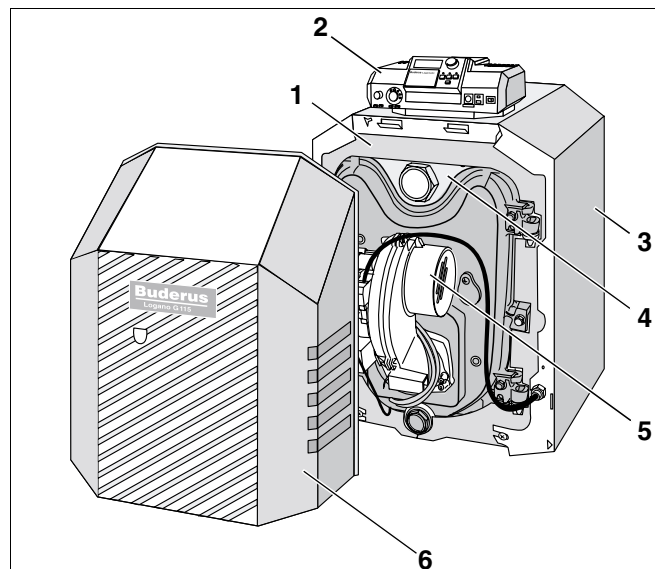
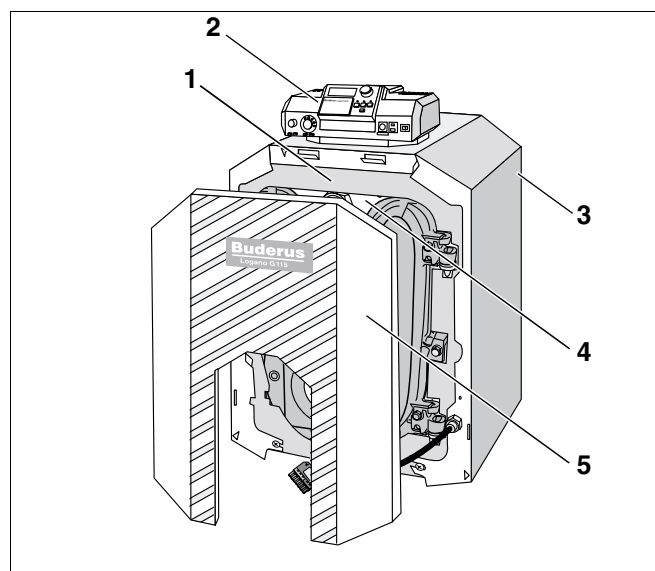

Fig. 1 Olie-/gaskedel Logano G115 med Logatop-brænder
Fig. 2 Olie-/gaskedel Logano G115
Olie-/gas-kedlen Logano G115 (fig. 1) kan være fra fabrikken udstyret med en brænder af typen Logatop (fig. 1, **pos. 5**).
Vvs-installatøren forsyner olie-/gas-kedlen Logano G115 (fig. 2) med en brænder, der passer til kedlen.
Olie-/gaskedlen Logano G115 med Logatop-brænder (fig. 1) og olie-/gaskedlen Logano G115 (fig. 2) består af følgende hovedkomponenter:
- Kedelkrop (fig. 1 og fig. 2, **pos. 4**) og brænder (fig. 1, **pos. 5**).
- Kedelkappe (fig. 1 og fig. 2, **pos. 3**), isolering (fig. 1 og fig. 2, **pos. 1**) og brænderkappe (fig. 1, **pos. 6**) samt brænderdørens beklædning (fig. 2, **pos. 5**).
- Instrumentpanel (fig. 1 og fig. 2, **pos. 2**)